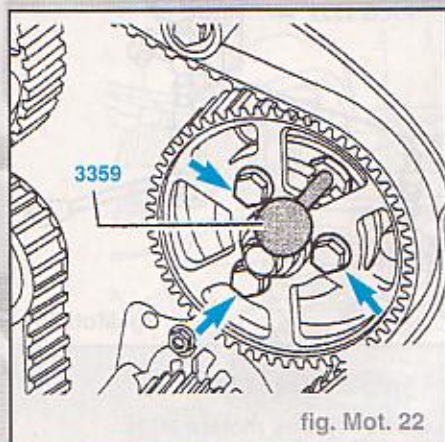

fig. Mot. 22
- Visser légèrement le pignon de pompe d'injection sur le moyeu avec les vis de fixation neuves (flèches) (fig. Mot. 22).